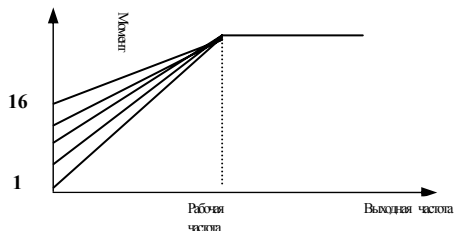

Рис. 9-1 Кривая момента
• Существует 16 “двухлинейных компенсационных кривых вращающего момента”, которые используются для увеличения выходного вращающего момента при низкой частоте. Компенсирование возрастает с увеличением значения параметра F502, как показано на Рис.9-1.